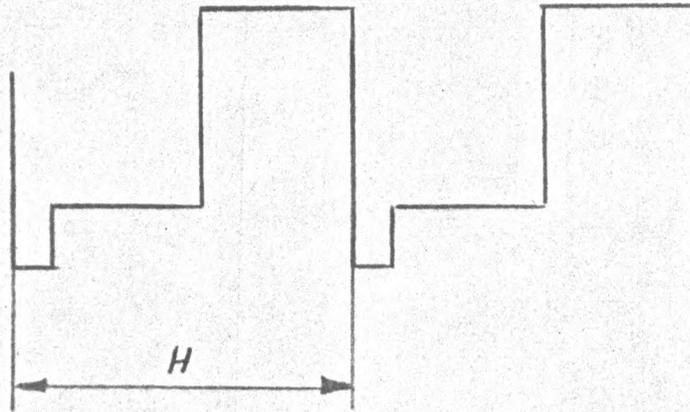

РИС.7.15
7.6.10.2. ПОДКЛЮЧИТЕ ОСЦИЛЛОГРАФ С1-81 К К.Т. АЗ-Х1 И ПРОКОНТРОЛИРУЙТЕ НАЛИЧИЕ СИГНАЛА (РИС.7.15).